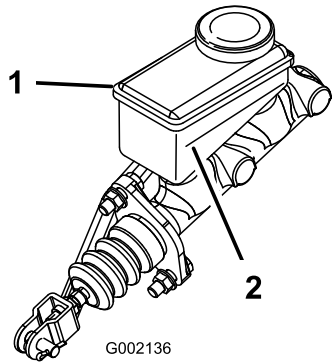

Figura 16
- Osservate la linea del livello del fluido sul lato del serbatoio. (Figura 16).
- Aggiungete il fluido dei freni DOT 3 al serbatoio, in modo che il livello del fluido sia superiore alla linea del minimo (Figura 16).
- Montate il tappo di gomma sulla parte superiore della plancia (Figura 16).